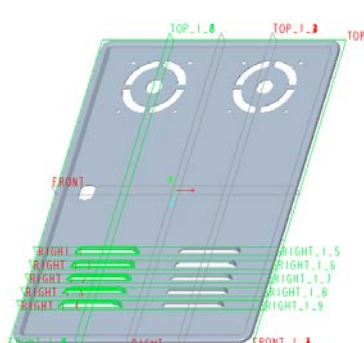

图 6-144 镜像结果
(1) 确保刚创建的阵列特征处于被选中的状态, 从功能区的“模型”选项卡中单击“编辑”→ (镜像) 按钮, 打开“镜像”选项卡。
(2) 选择 RIGHT 基准平面定义镜像平面。
(3) 单击“镜像”选项卡中的 (完成) 按钮, 镜像结果如图 6-144 所示。